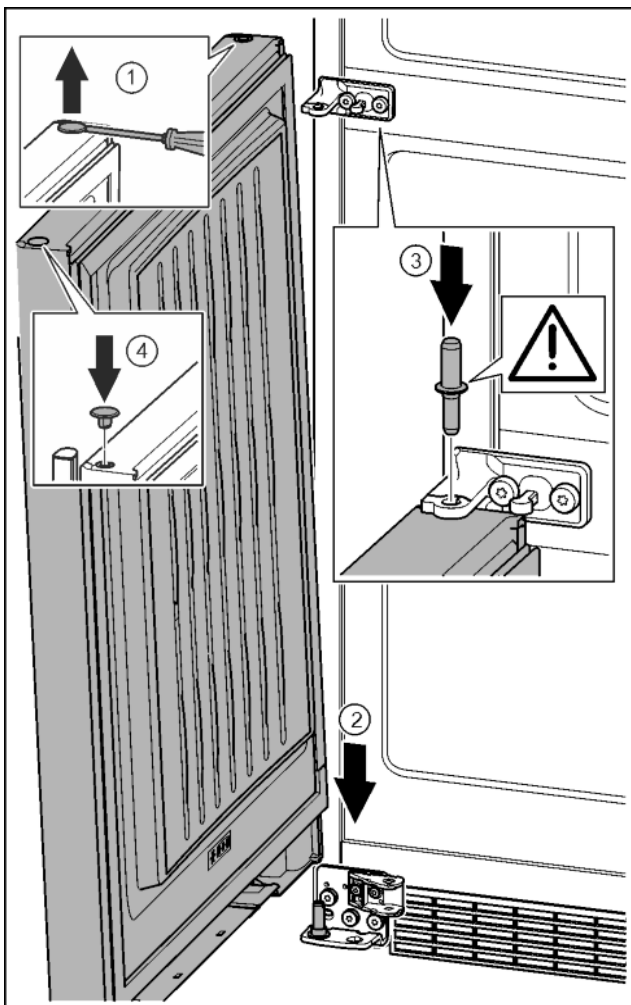

Fig. 33
- ▶ Stopfen vorsichtig mit einem Schlitzschraubendreher anheben und herausziehen. Fig. 33 (1)
- ▶ Tür von oben auf den unteren Lagerbolzen aufsetzen. Fig. 33 (2)
- ▶ Lagerbolzen Mitte durch Lagerbock Mitte in die untere Tür einsetzen. Dabei darauf achten, dass der Rastnocken nach hinten zeigt. Fig. 33 (3)
- ▶ Stopfen auf der anderen Türseite wieder einsetzen. Fig. 33 (4)